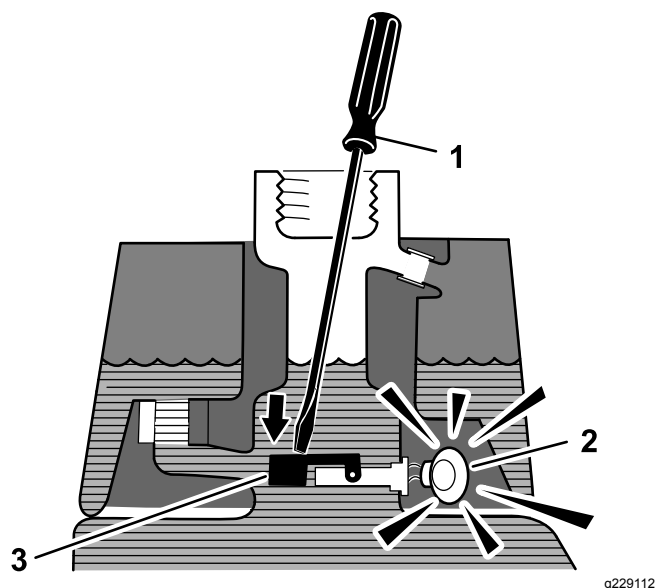

Figura 47
- Insira uma barra ou uma chave de parafusos limpa no bocal do depósito e empurre com cuidado o comutador (**Figura 47**) para baixo. O alarme deverá ser ativado ao fim do período de desfasamento de um segundo.